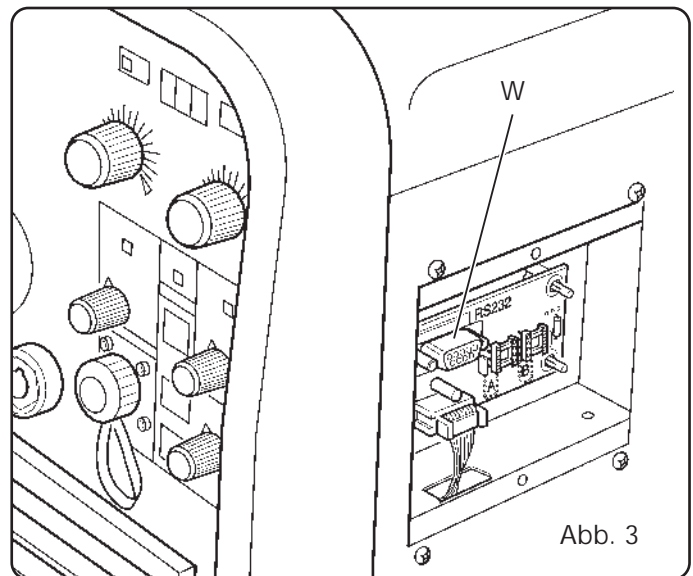

Abb. 3
3.4 Stecker DB9 (RS 232) (Abb. 3)